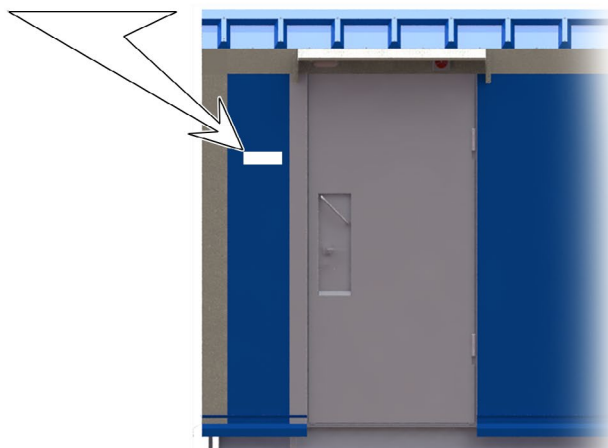

Рисунок 9.1 — Месторасположение маркировочной таблички
- проверить соответствие маркировки Изделия согласно Заказа (место расположения маркировки указано на рис. 9.1);